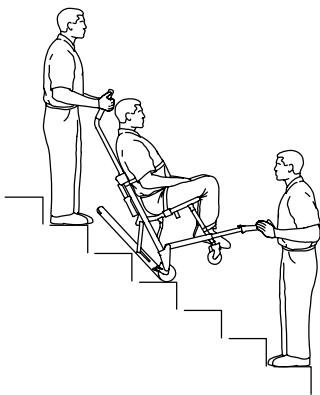

Figur 10 – Bælteskinnen i kontakt med første trin
7. Begge operatører: Før stolen hen over trappekanten, idet vinklen opretholdes. Lad **Stair-TREAD**-systemet få kontakt til det første trin (Figur 10).